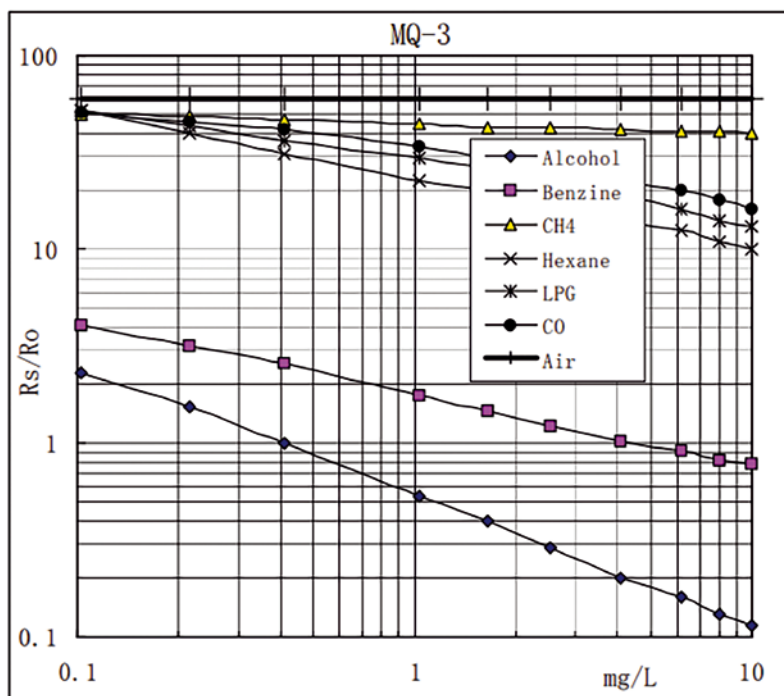

Fig. 2
Queste sono le caratteristiche del segnale rettangolare fornito dall'U1, che farà da clock al contatore U2, un CD4017 che utilizzeremo per trasformare la frequenza del 555 in un effetto luminoso. Vediamo dunque cosa accade nel contatore decimale, premettendo che tale integrato conta gli impulsi in ingresso a decadi, attivando di volta in volta l'uscita corrispondente al numero di impulsi di clock contati. Per comprendere bene come funziona potete fare riferimento allo schema logico proposto nella **Fig. 2** e nel grafico ad esso abbinato. Il 4017 dispone di 10 uscite, di peso crescente da 1 a 10, che sono nell'ordine Q1, Q2, Q3, Q4, Q5, Q6, Q7, Q8, Q9, Q0. Partendo dall'istante del reset (che può essere forzato ponendo a 1 logico il piedino 15 oppure automatico all'accensione) ogni volta che viene rilevato uno stato logico alto (ovvero un passaggio 0/1 logico) da parte dell'ingresso di clock (CP) lo stato del contatore incrementa di 1, nel senso che si porta a livello alto l'uscita di peso decimale immediatamente successivo a quello dell'uscita attualmente attiva.
Per rilevare la variazione di resistenza del film si inserisce quest'ultimo in un partitore resistivo alimentato a 5V e avente come resistenza di carico (quella terminante alla massa del circuito di misura) tipicamente 20 kohm come mostrato nella **Fig. 1**, anche se nel nostro caso stiamo intorno agli 1,2 kohm perché il circuito lo richiede; all'aumentare della concentrazione dell'alcol nell'aria spinta oltre la griglia di protezione dell'MQ-3, la resistenza del filamento diminuisce e di conseguenza cresce la tensione rilevabile ai capi della resistenza di carico. Per avere un'idea del comportamento del sensore, ovvero del suo film sottile di biossido di stagno, nella **Fig. 2** proponiamo il grafico su scala
Siccome il sensore è analogico, tra la serie di resistenze R_3 ed R_5 otterremo una tensione che varia secondo il grafico di **Fig. 2** in funzione della concentrazione di alcol etilico; essendo R_5 un trimmer, è possibile variare l'ampiezza della tensione ottenuta, ovvero il rapporto tra la differenza di potenziale presentata al piedino 2 dell'integrato U1 e massa e la tensione di alimentazione del filamento, che è di 5 volt in continua. Conformemente alle prescrizioni del produttore, in serie al filamento riscaldatore abbiamo posto un resistore che ne limiti la corrente e con essa la potenza dissipata, restando in valori di sicurezza e tali da garantire sia la giusta risposta all'alcol, sia la durata nel tempo. Il segnale fornito dall'elemento sensibile e quindi la tensione ai capi della serie R_3 - R_5 lo utilizziamo in maniera abbastanza inconsueta: niente lettura da parte del DAC di un microcontrollore o roba simile, ma molto più banalmente lo inviamo all'ingresso di
In alternativa bisogna riferirsi al grafico della risposta proposto nella **Fig. 2** e registrare il trimmer in modo che il LED LD2 si accenda in corrispondenza della concentrazione di alcol etilico desiderata; per esempio, potete tararlo deponendo un po' d'alcol etilico denaturato sul piano di un tavolo e affacciandogli a qualche centimetro di distanza il sensore con il circuito alimentato: regolate il trimmer affinché il cicalino inizi a suonare e il LED LD2 si accenda, verificando che una volta evaporato l'alcol tutto torni a riposo.